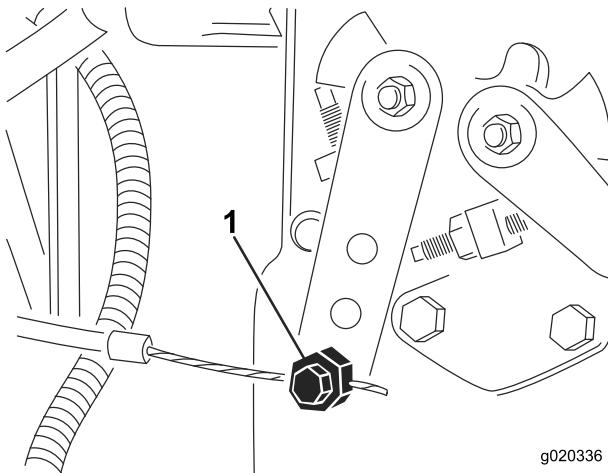

Figura 61
2. Desaperte o dispositivo de ligação do cabo do regulador na alavanca da bomba de injecção (Figura 61).